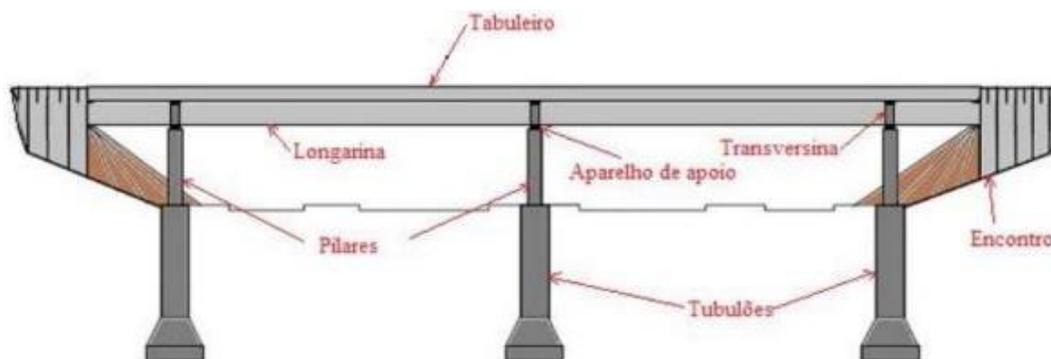

Figura 4: Exemplo de divisão estrutural de uma ponte (Jovem, T.P. 2017- Dissertação UFRN)
• Os apoios da ponte deverão ser construídos de acordo com a figura 4, de modo que não haja restrições horizontais no apoio e nem engastes.
- No máximo 05 (cinco) Transversinas. Os elementos estruturais são demonstrados na Figura 4